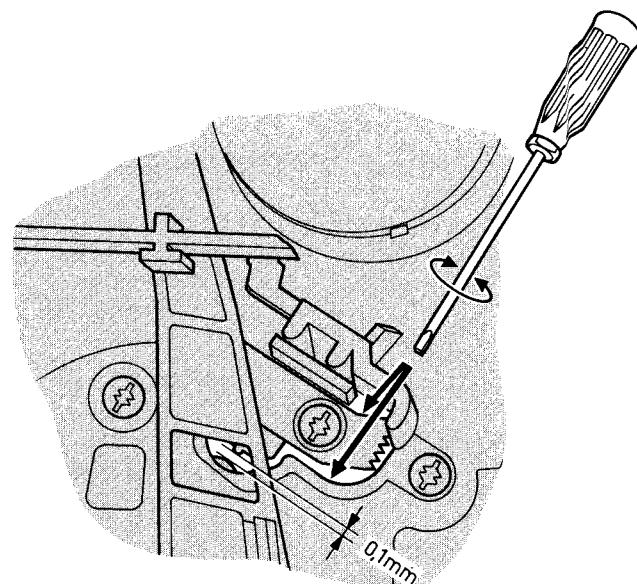

Bild 2-6
- Der Abstand zwischen dem Tachokopf Pos. 273 und dem Innenrand des Schwungrads Pos. 262 muss auf  $0,1 \pm 0,04$  mm eingestellt werden (Bild 2-6).